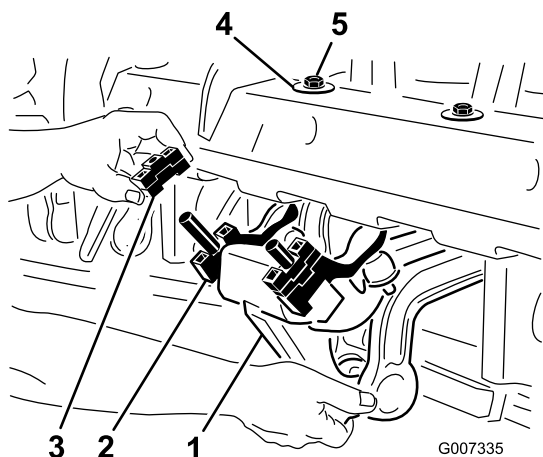

Figura 22
1. Togliete i (2) dadi di bloccaggio da 1/2 pollice che fissano il gruppo ammortizzatore Rotalink al di sotto del telaio della testa di carotatura (Figura 22).
2. Abbassate il gruppo ammortizzatore per scoprire i distanziali (Figura 22).
“D” sia installata contro il telaio della testa di carotatura come mostrato nella Figura 22. Fissate i (2) dadi di bloccaggio.